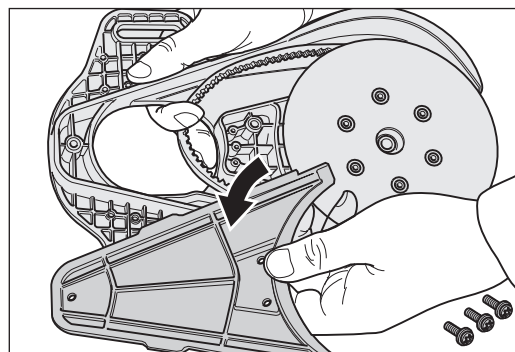

Bild 36 Ta av locket från tillsatsen.
- 8 Ta med hjälp av universalnyckeln bort tillsatslockets fastsättningsskruvar och ta av dem från tillsatsen (bild 36).